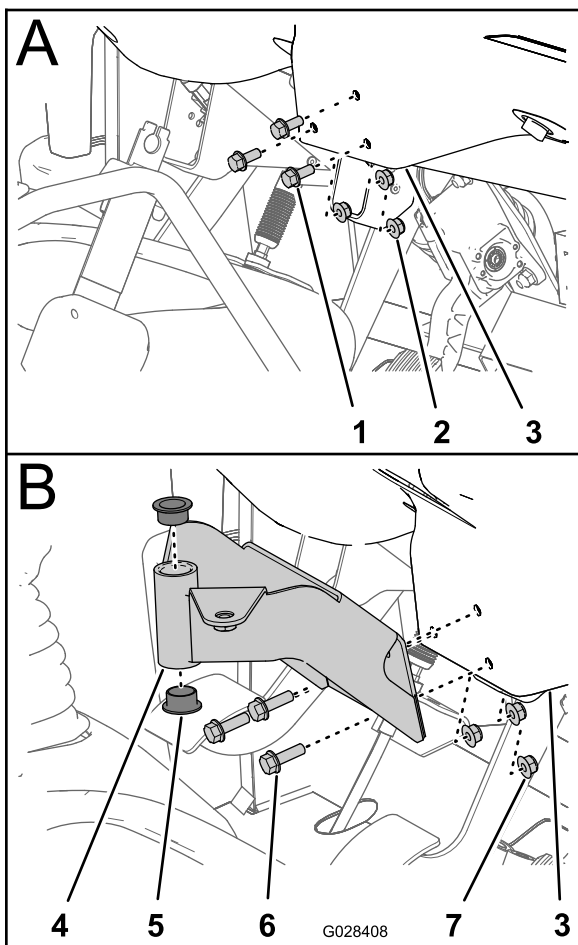

Рисунок 18
- Снимите 3 болта и 3 гайки, которые крепят нижнюю среднюю часть приборной панели к опорному кронштейну приборной панели (Рисунок 18).
- Совместите отверстия монтажного кронштейна управляющей консоли с отверстиями в приборной панели и опорном кронштейне (Рисунок 18).
- Затяните гайки и болты согласно (Рисунок 18).
- Вставьте две пластмассовые втулки в монтажный кронштейн (Рисунок 18).